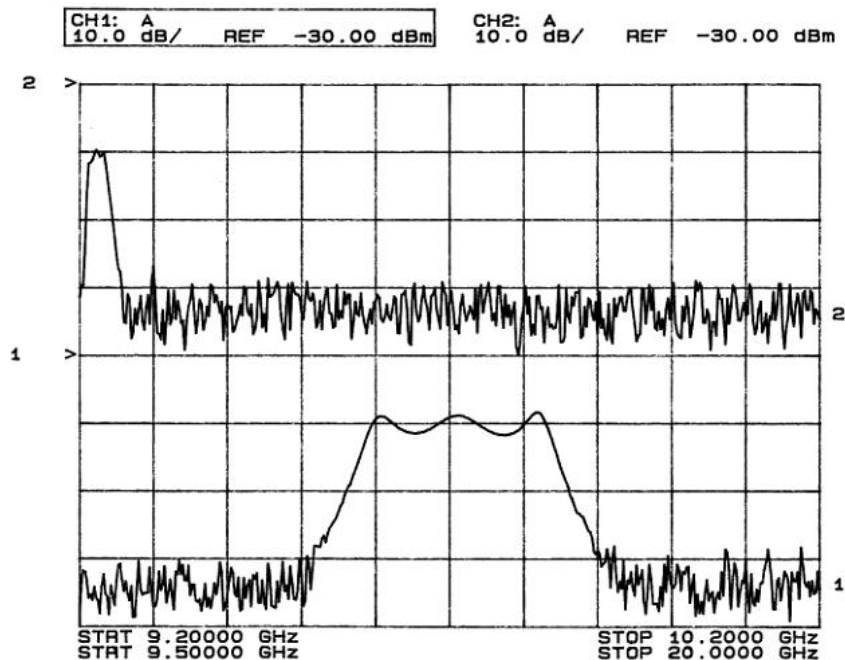

Рисунок 2-7. Результаты действия чередующейся развертки на экране анализатора 8757D
- Теперь производится поочередное переключение первоначальной (занесенной в память) развертки и текущей развертки. Возможно, потребуется скорректировать установки параметров анализатора 8757D (например, установку канала 2 на измерительный преобразователь A), чтобы визуализировать корректно результаты запуска обеих разверток (см. **Рисунок 2-7**).